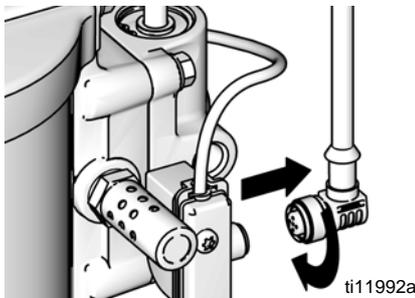

FIG. 9. Scollegare il DataTrak
1. Svitare il cavo dal retro del gruppo interruttore a lame. Vedere FIG. 9.